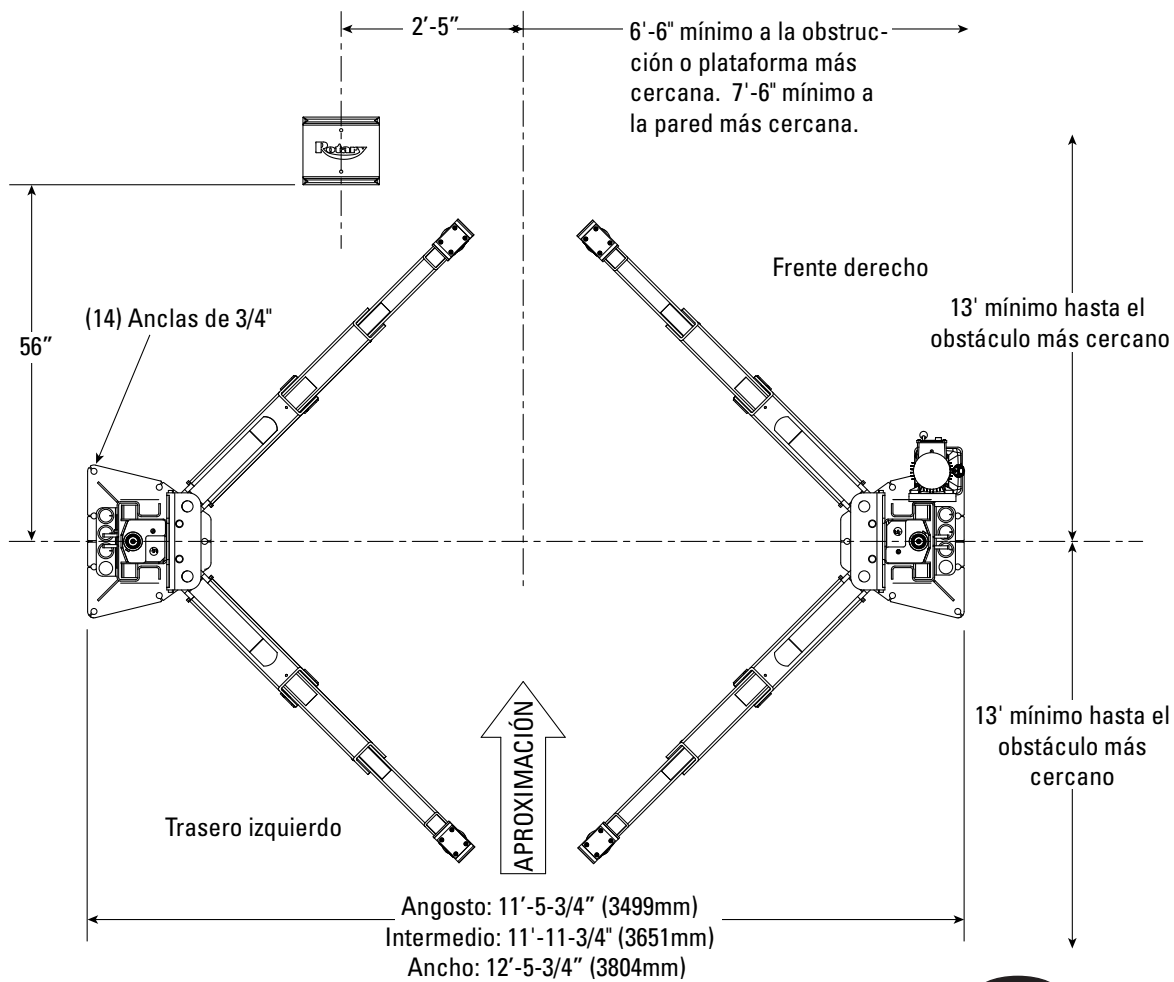

Fig. 1a
1. Ubicación del elevador: Utilice los planos de arquitecto cuando estén disponibles para ubicar el elevador. Fig. 1a muestra las dimensiones de una distribución típica de la plataforma.
4. Ajuste del elevador: Posicione las columnas en la plataforma utilizando las dimensiones mostradas en la Fig. 1a. Coloque la columna con el soporte de montaje de la unidad de potencia al lado del vehículo de pasajeros del elevador. Ambas bases traseras de la columna deben cuadrarse a la línea central del elevador. Las muescas están cortadas en cada base para indicar la línea central del elevador.